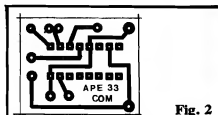
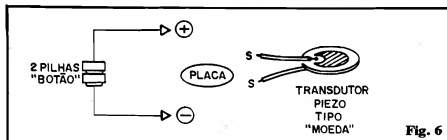

Fig. 2
Fig. 6
- FIG. 2 - LAY OUT DO CIRCUITO IMPRESSO - Conforme já foi dito, menor impossível! A plaquinha, vista na figura em escala 1:1 (tamanho natural) foi condensada ao máximo, respeitando as habilidades e possibilidades do Hobbyista médio... Quem quiser, contudo, algo realmente "liliputiano", poderá re-projetar o lay out, eventualmente numa plaquinha dupla face, com o que as dimensões gerais poderão cair a cerca da metade das mostradas na figura! Essa possibilidade, contudo, fica por conta dos "relojeiros" de plantão... Recomendamos (a novatos e veteranos) os eternos cuidados e atenções
- **FIG. 6 - ULTRA-MINIATURIZAÇÃO** - Sabemos que muitos de Vocês são "radicais juramentados"! Se projetamos algo grande, "querem maior" e se desenvolvemos algo pequeno, "querem minúsculo"... Tudo bem... Quem quiser "espremer" ao máximo a montagem (mesmo baseando-a na plaquinha com lay out igual ao da fig. 2, havendo ainda a possibilidade de "releiautar" para maiores "espremitamentos"...), poderá simplesmente alimentá-la com duas pilhinhas "botão" (1,35 a 1,55V cada), fazendo a conexão conforme mostra a figura (o lado "chato e liso" dessas pilhinhas corresponde ao terminal positivo, sempre...). Como "prender" e conetar as pilhinhas, é um problema para ser resolvido pela habilidade e